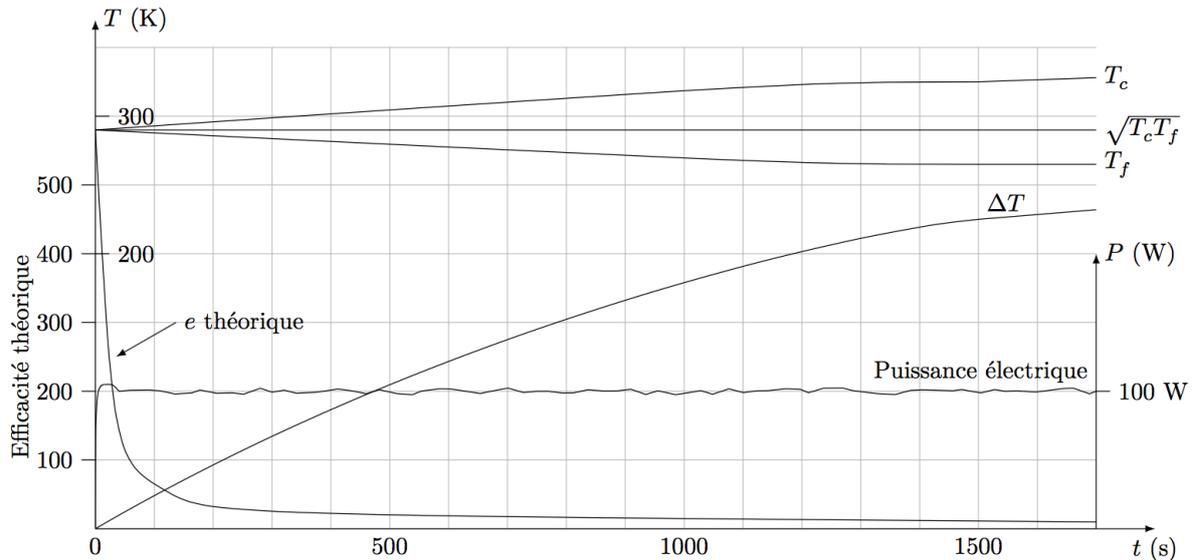

Fig. 1.4 – Courbes expérimentales
3. Lors de l'expérience, on obtient les tracés de la figure 1.4 avec $\theta_0 = 17^\circ\text{C}$, où θ_0 représente la température initiale commune des deux seaux.
(d) En exprimant $\Delta T = T_c - T_f$, on peut montrer que l'efficacité théorique η_t de la pompe à chaleur s'écrit : $\eta_t = \frac{1}{2} + \sqrt{\frac{1}{4} + \left(\frac{T_0}{\Delta T}\right)^2}$. Commenter cette expression. La courbe e théorique (figure 1.4) est-elle en accord avec cette expression ?